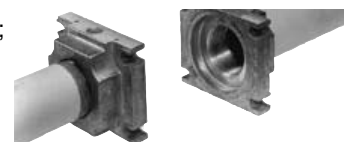

Fig. 14
1. Montati flansa pe tevi. Utilizati numai garnituri adecvate tipului de gaz folosit (v.Fig. 14);